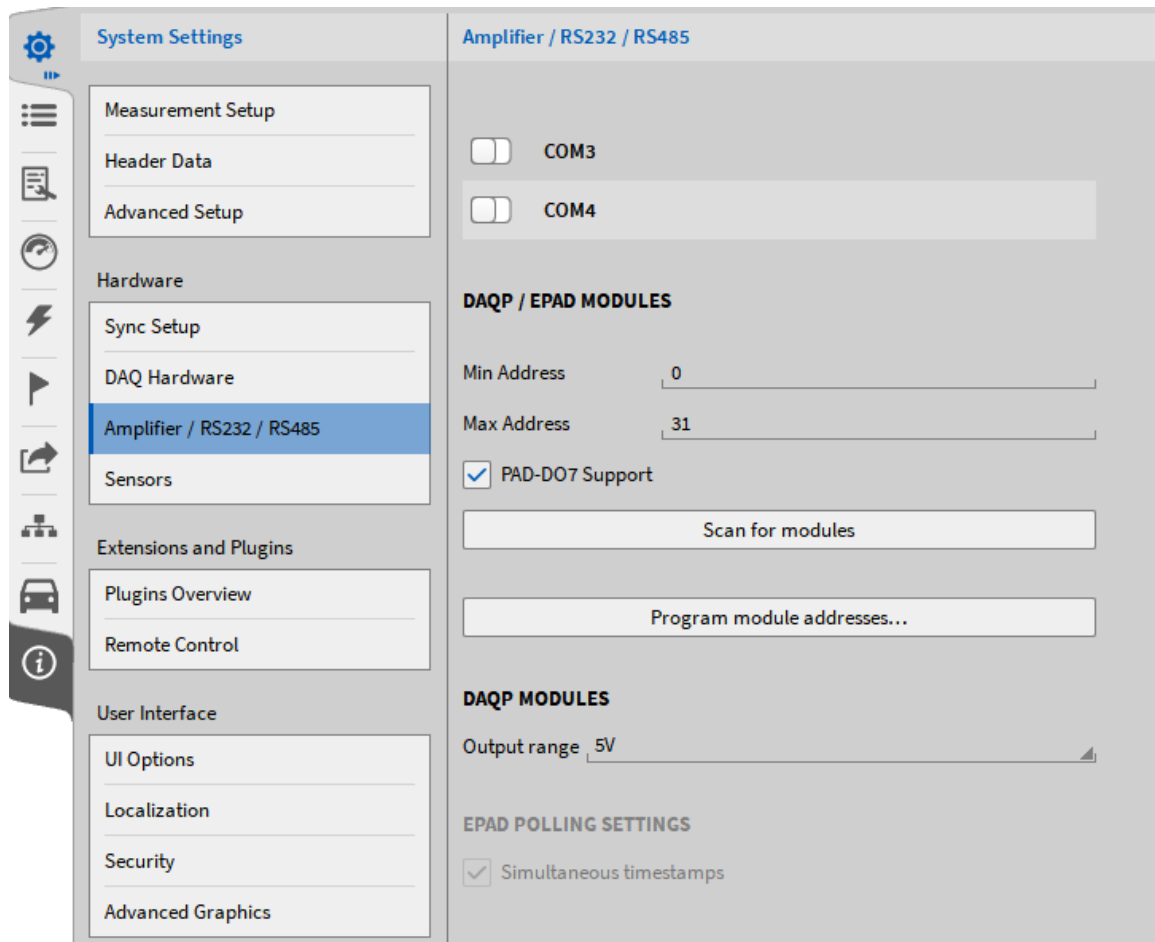

Abb. 4.40: Programmierung der Moduladressen
- Aktivieren Sie die Schnittstellen, an welchen die Module angeschlossen sind (siehe ① in Abb. 4.40).
- Klicken Sie auf *Moduladressen programmieren* (siehe ② in Abb. 4.40).